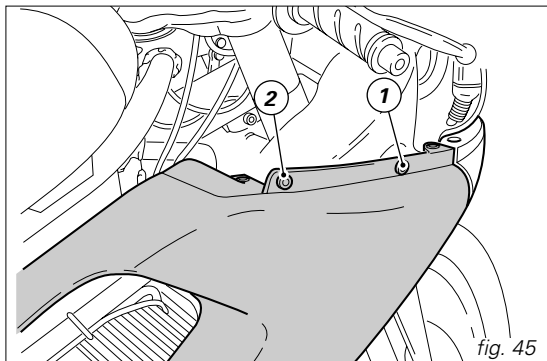

fig. 45
Destornillar el tornillo (1, fig. 45) de fijación de cada semicarenado al bastidor lateral, en el lado izquierdo o en el depósito de expansión, lado derecho y aquellos traseros (2) de fijación al soporte del bastidor.